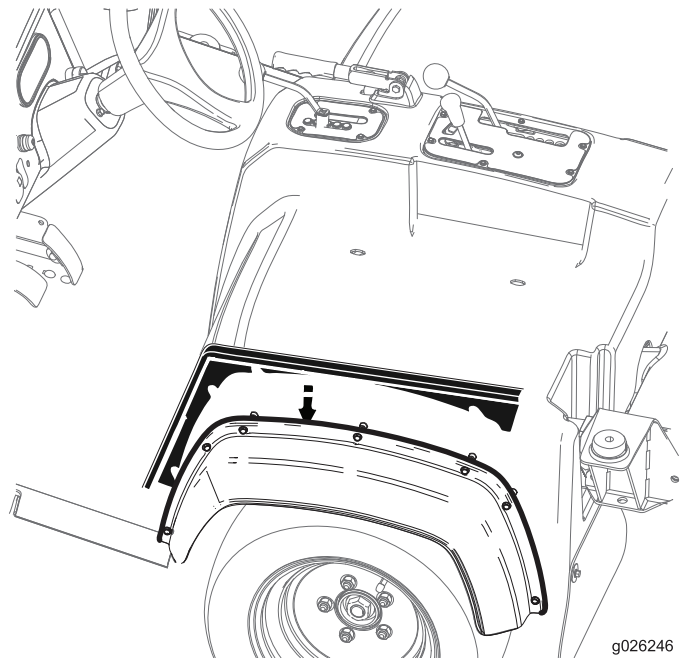

Figura 29
2. Fate scorrere i pannelli della piastra laterale tra la copertura del sedile e i parafranghi laterali (Figura 29).